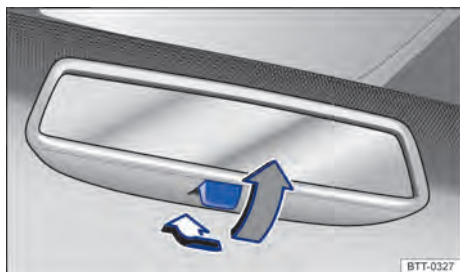

Fig. 78 No para-brisa: espelho retrovisor interno com antiofusco manual.
- Posição noite: puxar a alavanca → Fig. 78 (seta cinza), para evitar o ofuscamento dos faróis dos veículos que trafegam atrás.